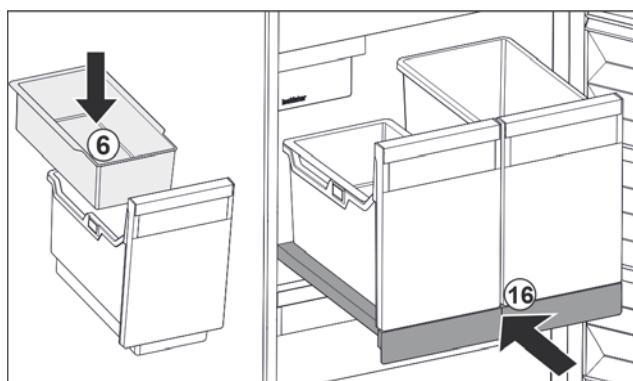

Fig. 87
- Вставьте навесной лоток Fig. 87 (6) для кубиков льда.